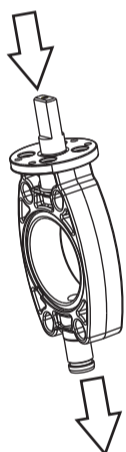

Fig. 2
- Remove bottom plug (6), loosen and remove screw (12) and O-ring (10).
- Tap top of shaft (4) with a rubber mallet until Noryl sleeve (15) is exposed and can be removed from bottom as seen in figure 2.
- Togliere l'anello elastico (10). Rimuovere il tappo (6) e togliere la vite (12).
- Percuotere sopra il perno (4) con una mazza di nylon fino all'uscita della bussola (15). (Schema fig. 2).